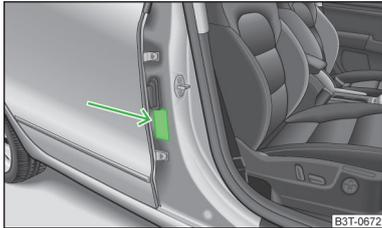

Abb. 155
- Auf diese Tatsache weist auch der Aufkleber hin, der sich an der B-Säule auf der Beifahrerseite befindet » Abb. 155. Der Aufkleber ist nach dem Öffnen der Beifahrertür sichtbar. Für einige Länder ist der Aufkleber an der Sonnenblende des Beifahrers angebracht.